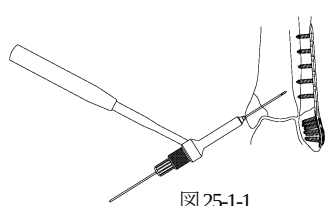
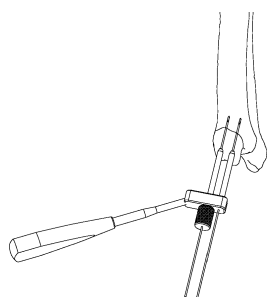

図 25-1-1
図 25-1-2
- 2) 経皮的挿入器 (図 25-1-1), パラレルガイド (図 25-1-2) 又は 1.3 ガイドピン用ガイド (S) (図 25-2) を用いて, 1.3 ガイドピンを適位深さまで刺入します。